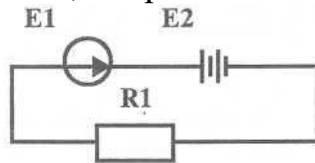

Рис. 13
63.Определите ток в цепи, изображенной на рис. 13 по следующим данным: эдс генератора 36 В, внутреннее сопротивление его 0,5 Ом, эдс батареи 30 В, внутреннее сопротивление ее 0,2 Ом; сопротивление потребителя $R_1 = 1,5$ Ом.